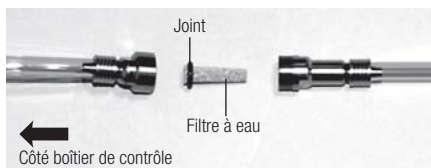

Fig. 26
- 2) Lorsque le boîtier du filtre à eau est séparé, le filtre à eau peut être enlevé comme l'indique la Fig.26. Remplacez-le avec un nouveau et remontez le filtre en suivant les étapes à l'envers (Fig.26).
Montez le filtre à eau dans le bon sens, comme indiqué sur la Fig. 26.